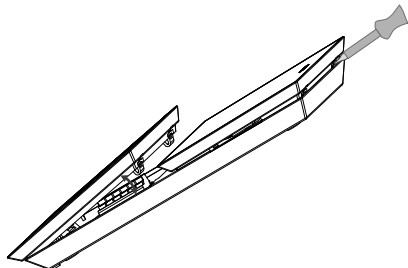

Bild 3: Zusammenbau / Demontage
■ Tasten-Aufsatz und Display-Aufsatz (Bild 3) jeweils unten in das Unterteil einhaken und nach oben klappen bis die Rasthaken verriegeln.
i Zur Demontage der Aufsätze die Rasthaken (Bild 3) mit einem Schraubendreher entriegeln.